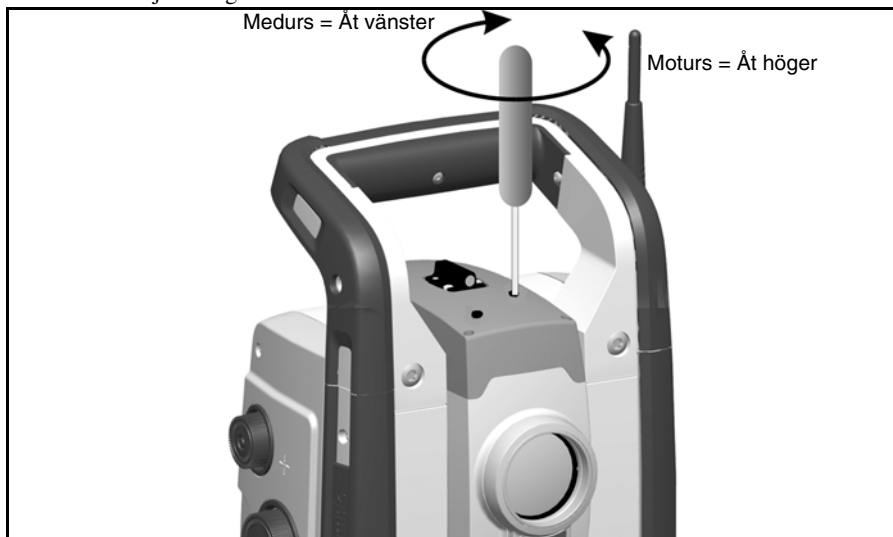

Bild 4.30 Kalibrering av strålens position horisontellt
3. För att justera laserstrålens position horisontellt, sätt in insexnyckeln i öppningen för horisontell justering och vrid som visas i Bild 4.30.